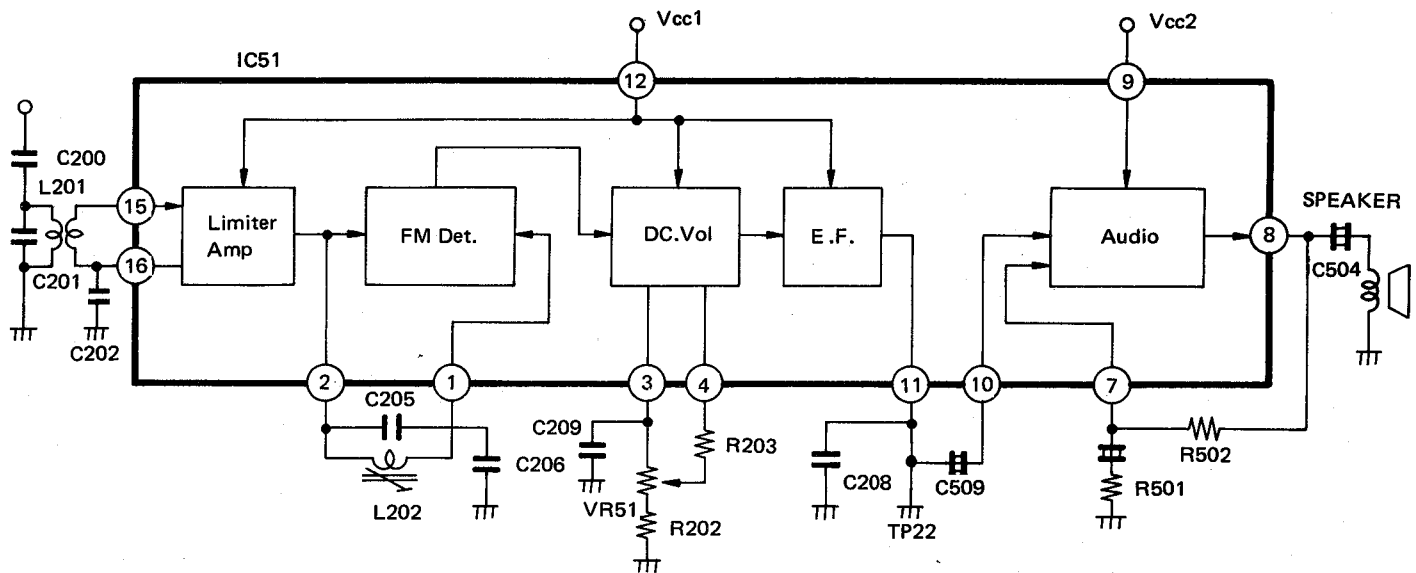

Fig. 19 Abb. 19
4. Audio Circuit (See Fig. 19)
4. Audio-Schaltung (Abb. 19)